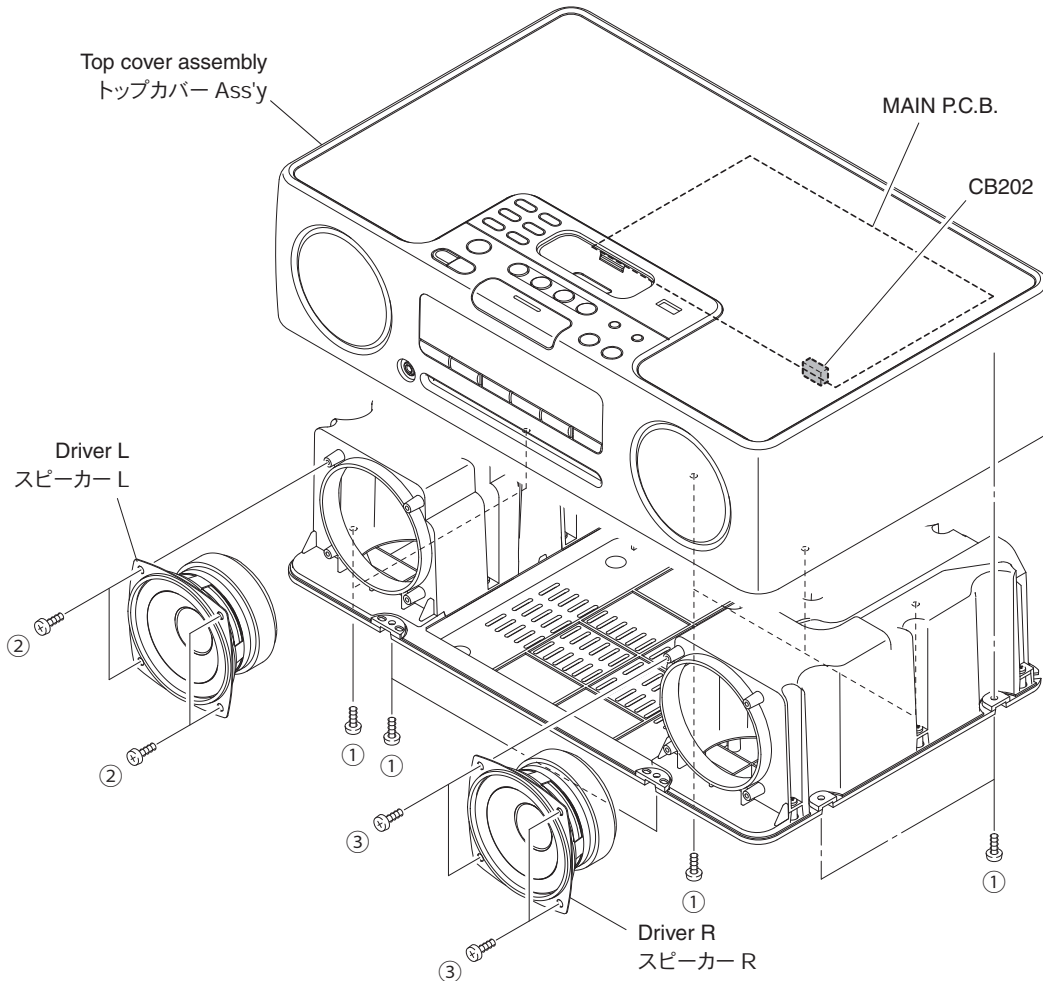

Fig. 1
- a. Remove 9 screws (①). (Fig. 1)
- b. Pull up the top cover assembly gradually. (Fig. 1)
- c. Remove CB202. (Fig. 1)
- d. Remove the top cover assembly. (Fig. 1)
- a. ①のネジ9本を外します。(Fig. 1)
- b. トップカバー Ass'y をゆっくり持ち上げます。(Fig. 1)
- c. CB202 を外します。(Fig. 1)
- d. トップカバー Ass'y を外します。(Fig. 1)
- a. Remove 4 screws (②). (Fig. 1)
- b. Remove the driver L. (Fig. 1)
- c. Remove 4 screws (③). (Fig. 1)
- d. Remove the driver R. (Fig. 1)
- a. ②のネジ4本を外します。(Fig. 1)
- b. スピーカーユニット L を外します。(Fig. 1)
- c. ③のネジ4本を外します。(Fig. 1)
- d. スピーカーユニット R を外します。(Fig. 1)